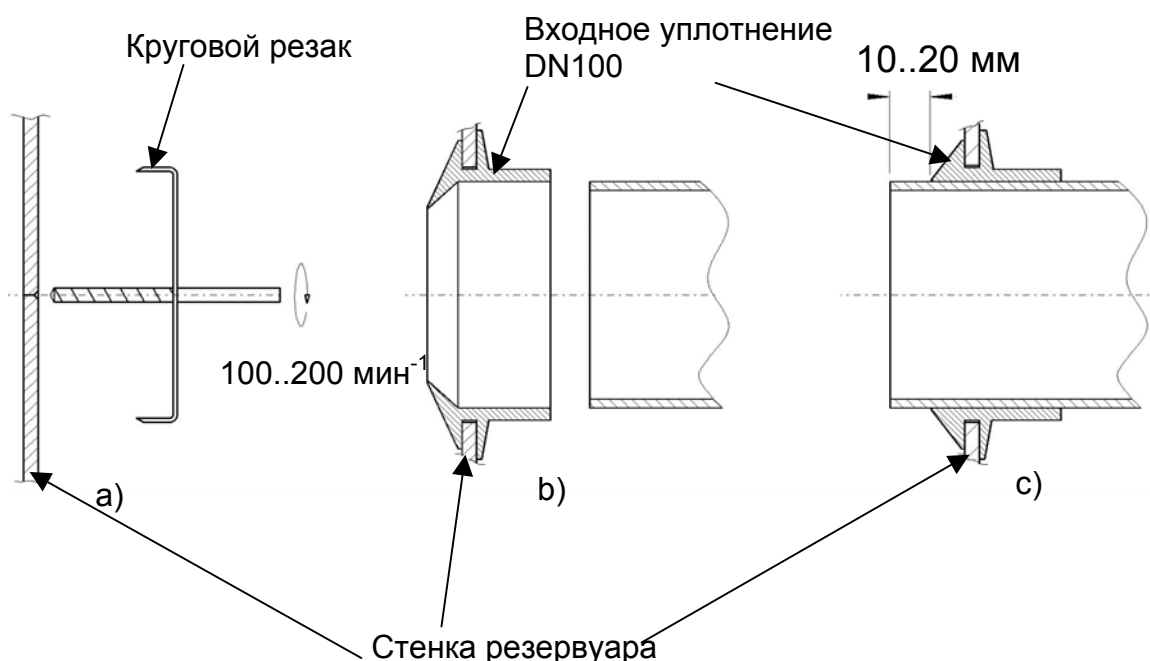

Рис. 5. Крепление кругового резака для выполнения отверстия DN100
- С помощью прилагаемого кругового резака, предназначенного для ручной дрели, выполняется отверстие для подающего трубопровода DN100 в стенке резервуара (Рис. 5).
Для центровки кругового резака используется маркировка на стенке резервуара (Рис. 5а).
- Теперь можно вставить трубу DN100 во входное уплотнение. Для облегчения монтажа предварительно смажьте трубу и уплотнение соответствующей смазкой (Рис. 5с)